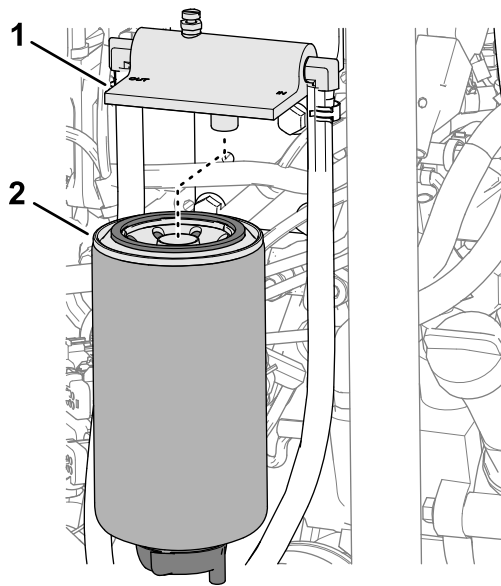

Bild 120
2. Reinigen Sie den Filterkopf und die Filterglocke (Bild 120).